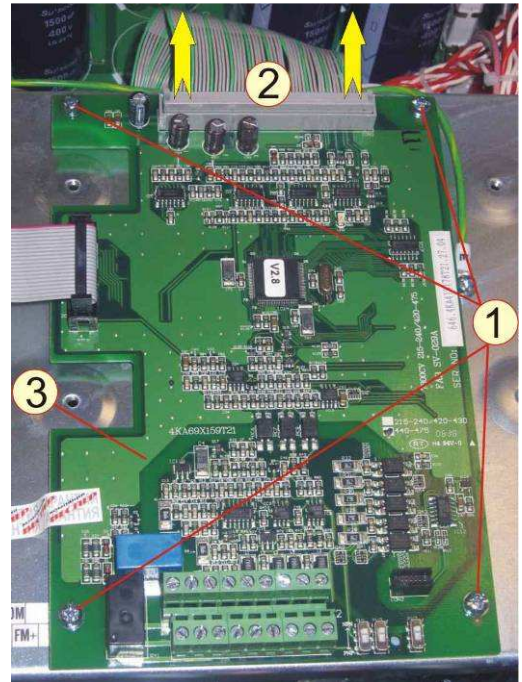

Рисунок 6.8
6.4.3 Отсоединить розетку 2 кабеля платы драйверов (рисунок 6.8).
6.4.4 Выкрутить четыре винта 1 и снять плату 3 (рисунок 6.8). Отсоединить кабель пульта от платы. Положить винты, кабель и плату в тару.